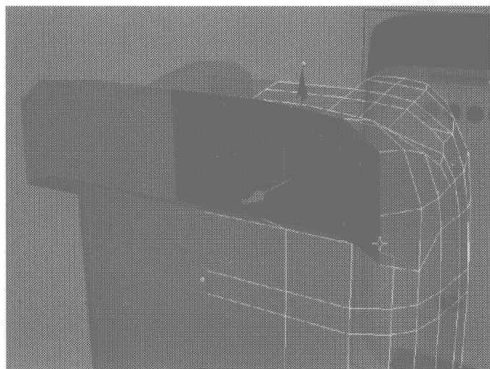
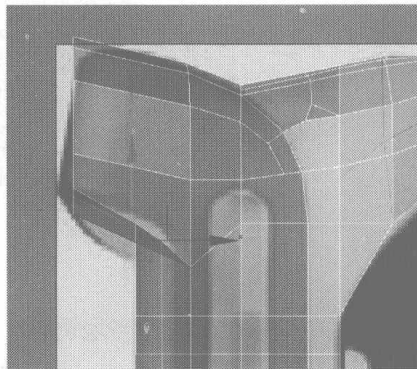

图 4.266
图 4.267
- 15** 选择背面如图 4.266 所示的面，将其删除，再在 Left 视图中选择如图 4.267 所示的边线，在 Selection